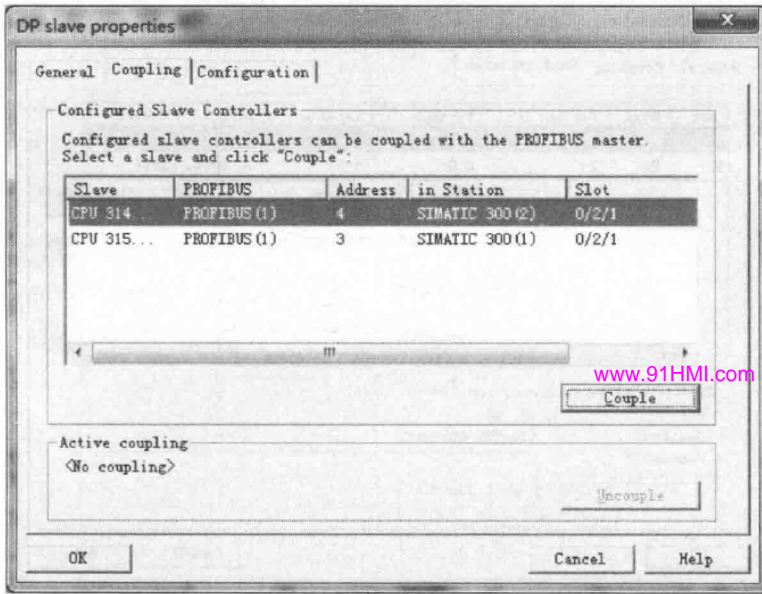

图 8-10 已经组态的两个从站示意图
(4) 在出现的“DP slave properties”对话框中，出现已经组态的两个从站，如图 8-10 所示。